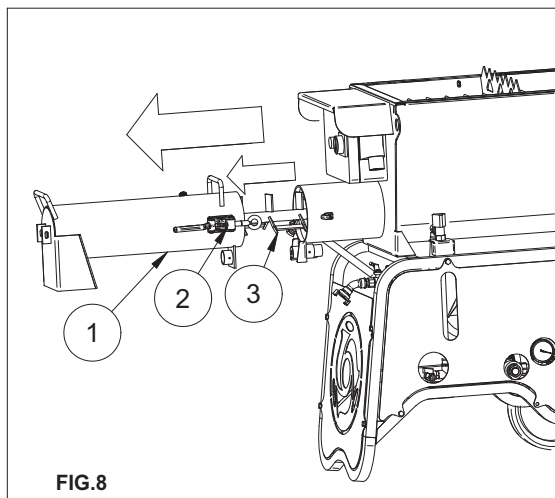

FIG.8
13. NETTOYAGE ET ARRET DU MELANGEUR (voir fig.8)